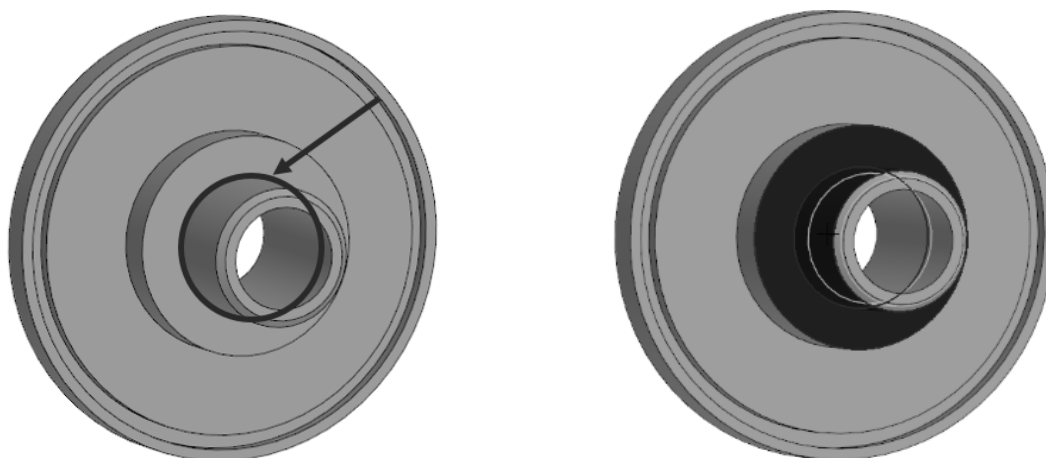

Рисунок 2.2.10 — Построение проточки
- двойным щелчком выберите пункт «Проточка по ГОСТ 10549–80 для наружной трубной цилиндрической резьбы» и укажите на круговое ребро на стыке двух цилиндров (рисунок 2.2.10);